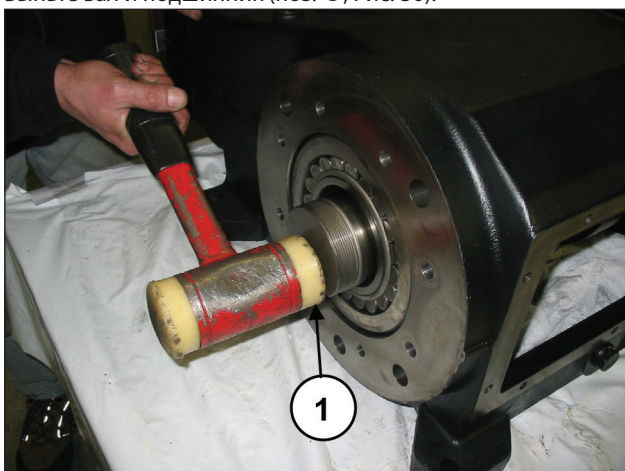

Рис. 29
Извлеките коленвал с помощью ударной массы со стороны ВОМ (поз. ①, Рис. 29).